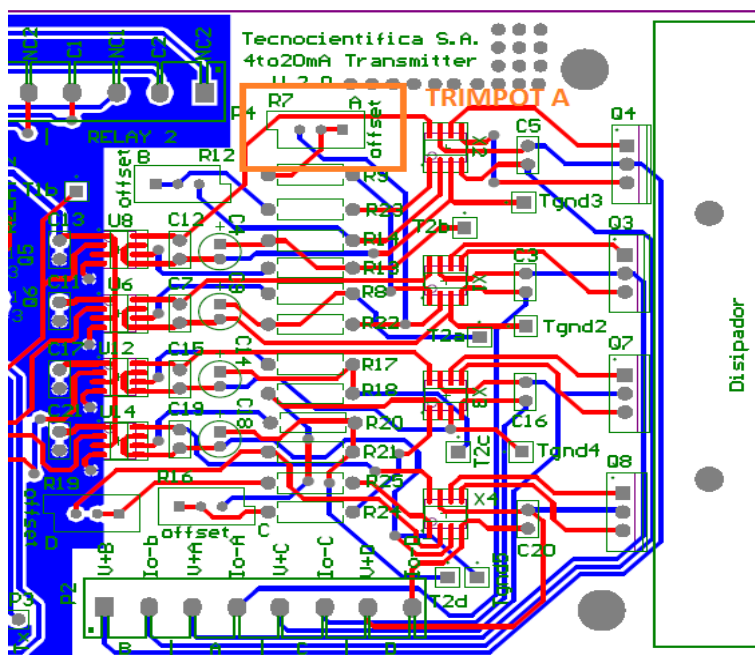
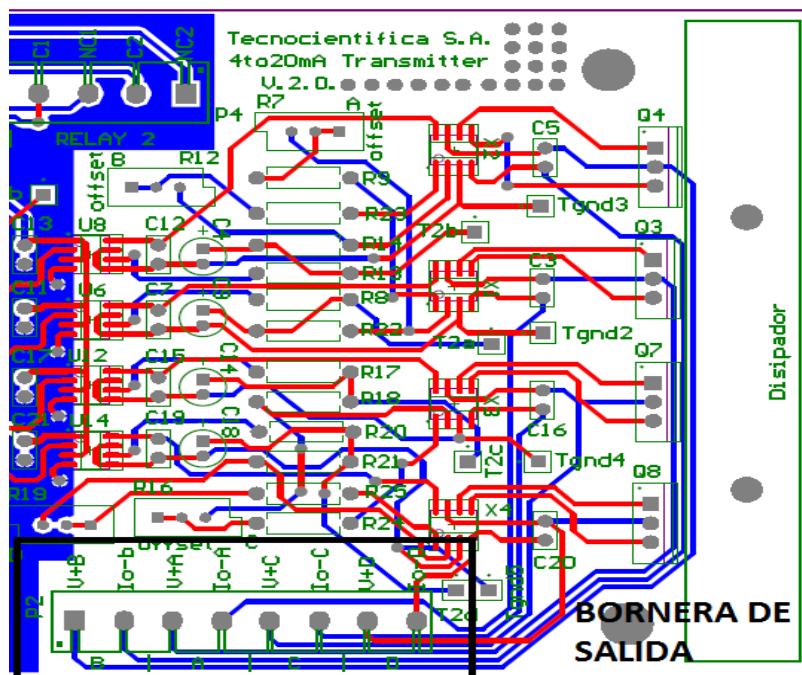

Figura 4: Ubicación TRIMPOT A.
Figura 5: Bornera de salida.
El procedimiento de calibración será descrito únicamente para la salida A pero se realiza del mismo modo para cada una de las 4 salidas de cada placa. En la Figura 4 se presenta la ubicación del TRIMPOT A, el cual se utiliza para ajustar el cero de la salida A,
En la Figura 5 se presenta la ubicación de la bornera de salida, la cual es utilizada para realizar las conexiones pertinentes con el equipo receptor.
Paso 2: Luego, se debe conectar la salida del transmisor de 4 a 20mA con la entrada del receptor. Dicha entrada puede ser simulada con una fuente de alimentación de 24volt conectada a V+A (Ver bornera de salida indicada en la Figura 5) y un resistor de 250Ω conectado entre Io-A y GND de la fuente. Esta conexión se puede realizar mediante el conector 2 o el conector 4 del gabinete dependiendo si se quiere ajustar la salida de la Placa A o de la Placa B del gabinete. La distribución de pines de cada conector se encuentra detallada en el apartado “Distribución de Pines de Conectores”.
Paso 3: Una vez realizado los pasos 1 y 2, se debe llevar a cabo el ajuste. Para ello se alimenta el sistema online y se mide con un Tester entre Io-A, presente en la Bornera de salida (Figura 5), y GND de la fuente o GND del receptor. Luego, se debe ajustar el TRIMPOT A (Figura 4) para obtener una lectura en el Tester de 1V. De esta forma se logra el “Ajuste de cero” del lazo A del transmisor.